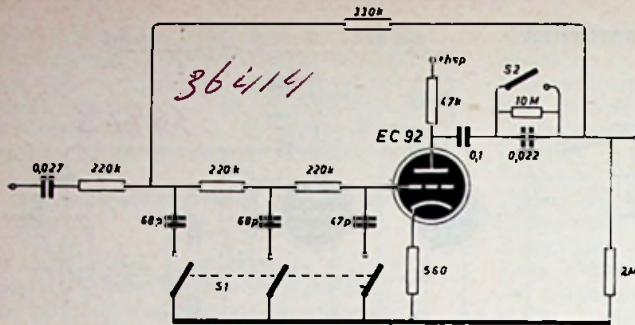

Fig. 5
- a) deze katodevolger vervangen door een buis met anode-roostertegenkoppeling, voorzien van een uitschakelbaar onder-doorlaatfilter voor het afsnijden van de hoogste audiofrequenties en een elementair dreunfilter (fig. 5).